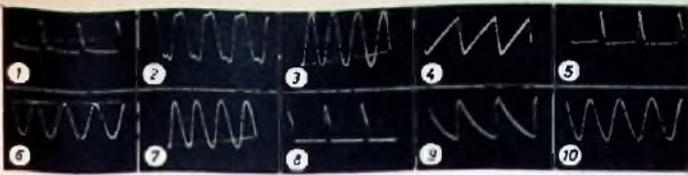

Bild 3. Spannungs- und Stromformen an den mit den gleichen Ziffern bezeichneten Punkten der Schaltungen im Bild 2
Im Bild 3, in dem die Kurvenformen an verschiedenen Punkten der Schaltungen vom Bild 2 dargestellt sind, zeigt Kurve (9) den Strom durch die Spule  $L1$  und Kurve (5) die Spannung am Kondensator  $C1$ .
Wenn man den Kondensator  $C1$  durch einen Reihenschwingkreis  $L1, C1$  nach Bild 2b ersetzt, erhält man einen Oszillator, der je nach Dimensionierung eine tonfrequente oder eine hochfrequente Sinusspannung (mit den angegebenen Werten 12,8 kHz) liefert. Die Spannungskurven an den drei bezeichneten Punkten sind ebenfalls im Bild 3 zu sehen.
Legt man den Kondensator  $C2$  nicht wie im Bild 2c mit seinem unteren Ende an die Anode von  $R\bar{6}2$ , sondern an Masse (Bild 2d), dann liefert der Oszillator eine Sägezahnspannung mit ausgezeichneter Linearität (Bild 3), die als Ablenkspannung für Kathodenstrahlröhren gut geeignet ist. Die Kurvenformen (4) und (8) im Bild 3 wurden mit den angegebenen Daten erhalten ( $f = 620$  Hz).